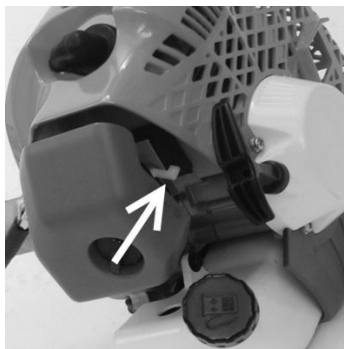

Рисунок 11
5.1.7 Установите рычаг воздушной заслонки в среднее положение (рисунок 11).